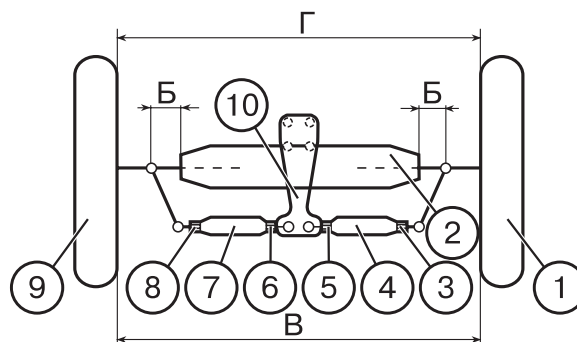

Рис. 60.
Регулировку схождения колес производите в следующем порядке (рис. 60):
- в) проверьте, чтобы корпуса конических пар (для тракторов с ПВМ) или поворотные кулаки (для тракторов Беларус 80.1) были выдвинуты на одинаковую длину Б (рис. 60) из корпуса переднего моста или трубы передней оси соответственно;